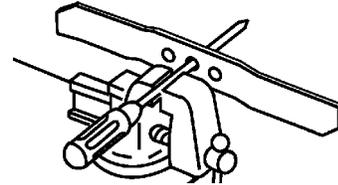

Figure 31
1. Vérifiez l'équilibre de la lame en enfilant le trou central sur un clou ou la tige d'un tournevis serré horizontalement dans un étau (Fig. 31).